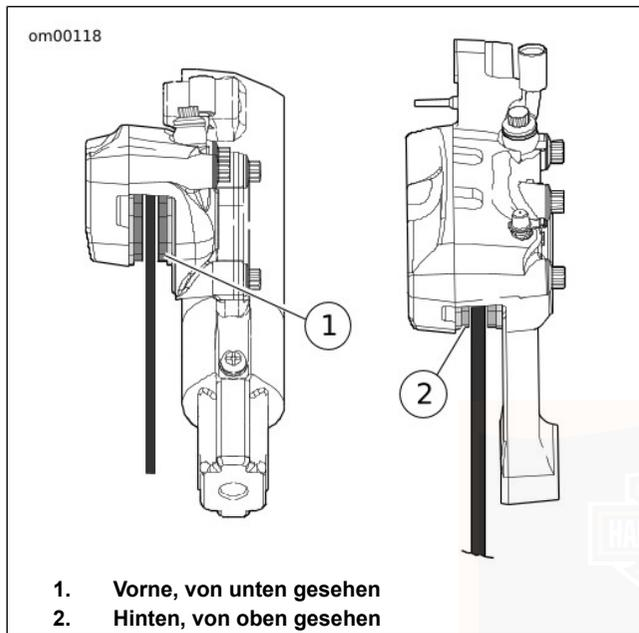

Abbildung 55. Bremsbelagmaterial
2. Siehe Abbildung 55. Die Dicke des Reibbelagsmaterials im Bremsbelag messen.